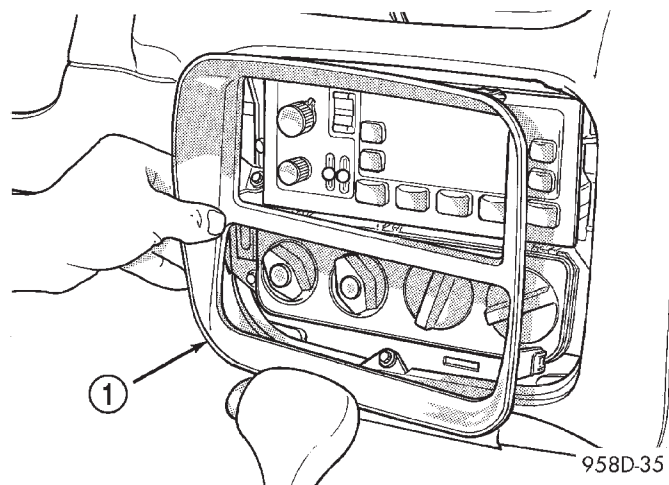

Fig. 16 Center Bezel
- (3) Pull center bezel off (Fig. 16).